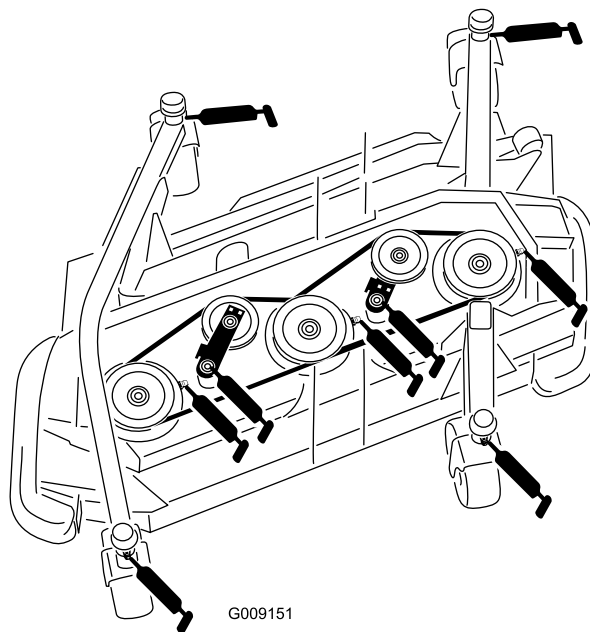

図 85
- スピンドルシャフトのベアリング3ヶ所スピンドルハウジング 図 85
- アイドラームのピボットのブッシュ2ヶ所アイドラピボットのシャフト 図 85
- キャスタフォークのシャフトのブッシュ4ヶ所 図 85